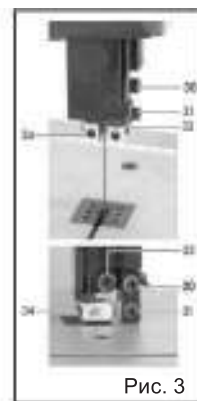

Рис. 3
5. Проверьте поперечное положение боковых направляющих (рис. 3, 4): Проверьте боковые направляющие, вид спереди, поворачивая ведомый шкив. Контрольное положение: Пильное полотно почти касается направляющих штифтов (32): Зазор приблизительно 1/2 мм. Нет трения пильного полотна о направляющие штифты.